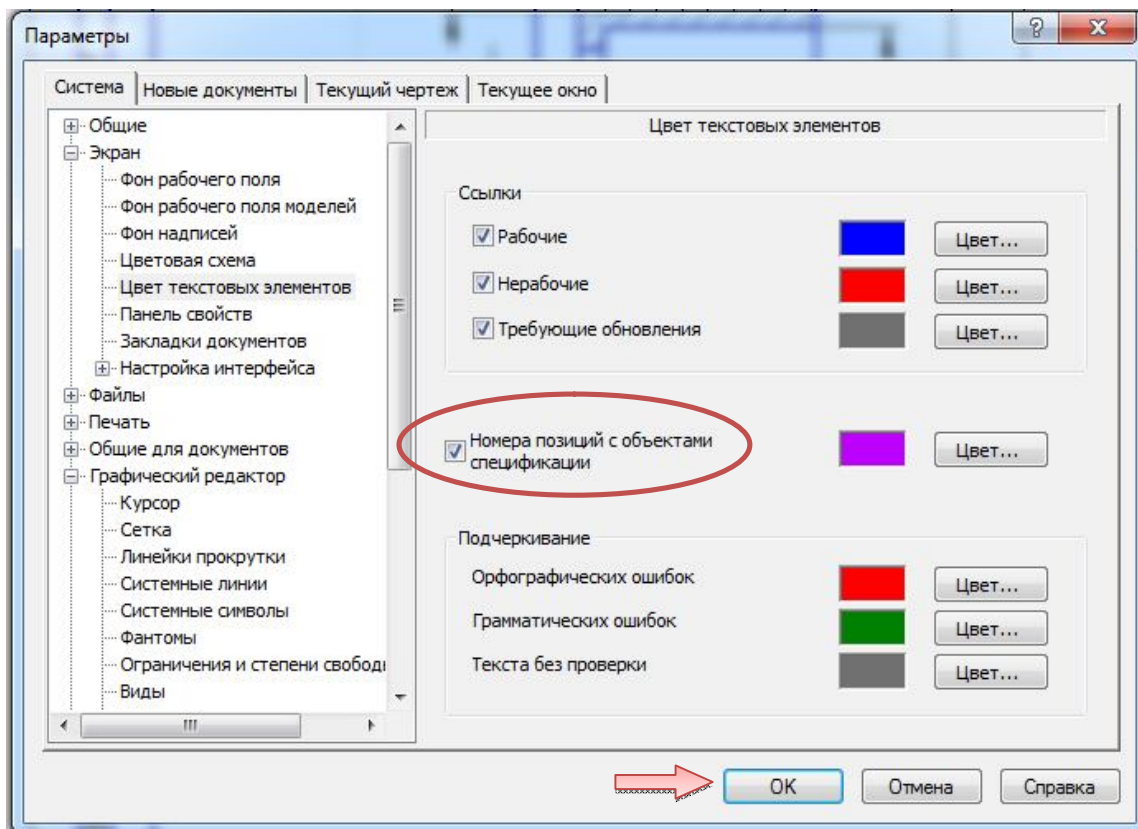

Рис. 2.27. Включение опции «Номера позиций с объектами спецификации»
- Включите опцию «Номера позиций с объектами спецификации» и нажмите ОК (рис. 2.27).